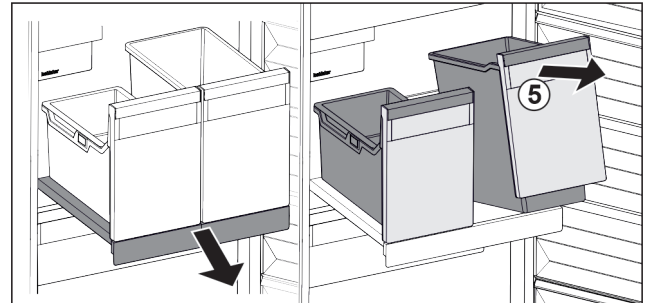

Fig. 33
- ▶ Soulever les bacs Fig. 33 (5) par l'avant.